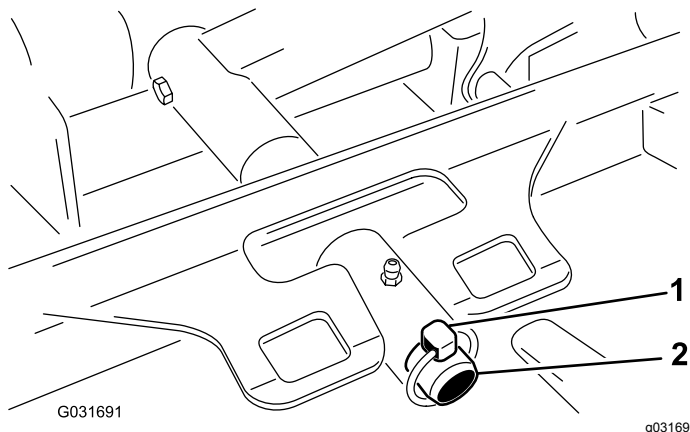

図 79
3. デッキのキャリアフレームを昇降アームのピボットピンに固定しているリンチピンを外す 図 79。
3. デッキのキャリアフレームを昇降アームのピボットピンに入れ、リンチピンで固定する 図 79。